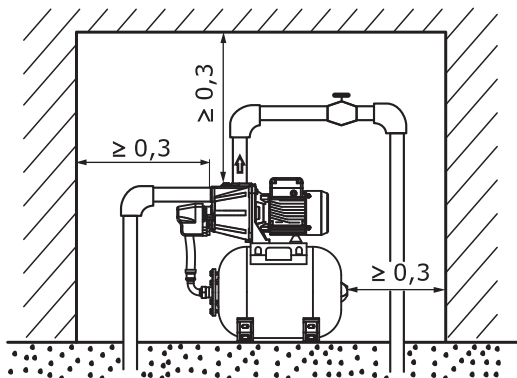

Рис. 3 Установка насосной станции в помещении
- При установке насосной станции в помещении соблюдайте размеры, как показано на **Рис. 3**.